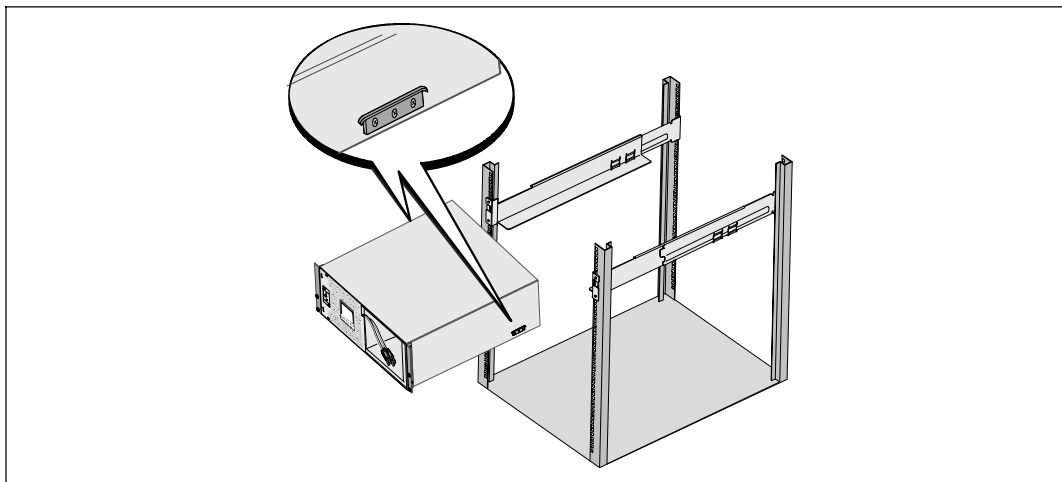

Рисунок 10. Установка корпуса
- 6 Задвиньте корпус в стойку (см. Рисунок 10). Повторите шаги 3 - 5 для каждого дополнительного корпуса.